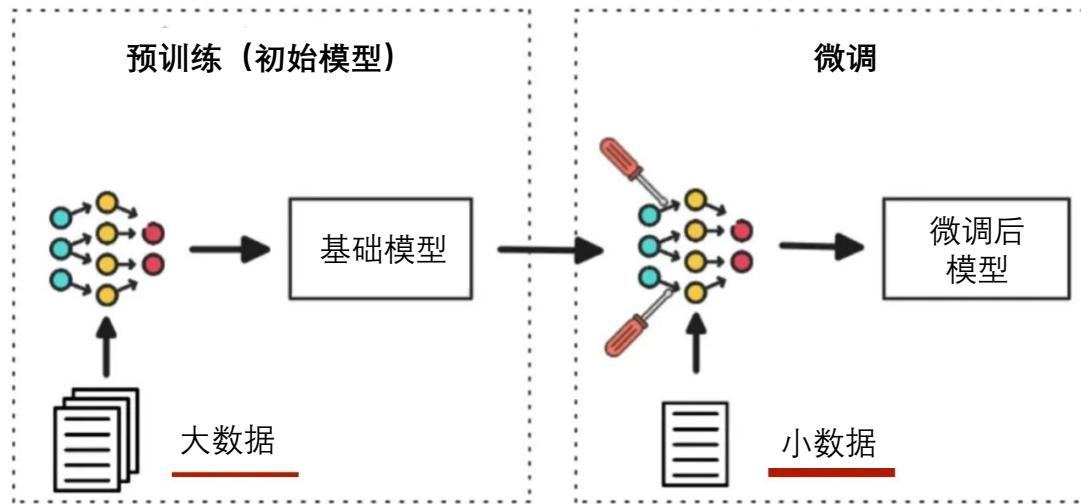

图 3.2A: 基础LLM的微调过程示意图*。
- 微调** - 使用精心整理的 CSSD 数据集对基础模型进行训练 (图 3.2A)；